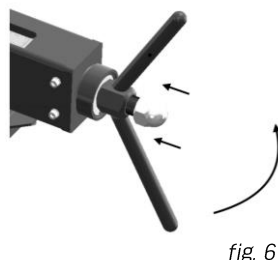

fig. 6
6. Une fois la pliure désirée obtenue, relâchez la pièce à travailler en tournant la poignée dans le sens antihoraire et poussez la vis-mère vers l'intérieur (fig. 6).